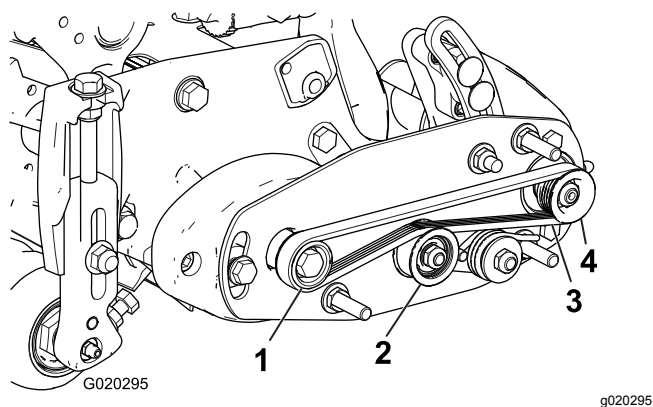
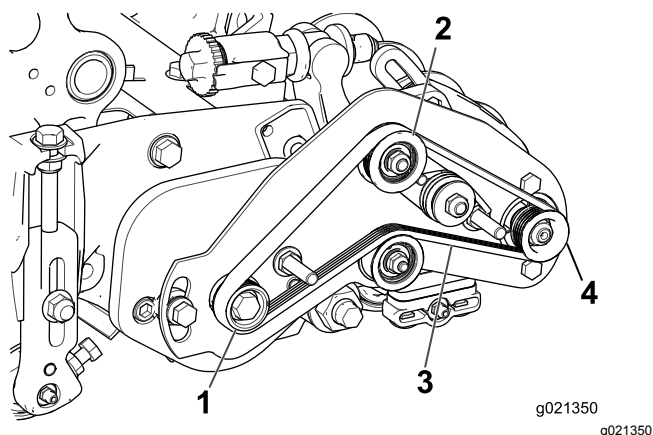

Figura 21
Figura 22
superiore della puleggia tendicinghia (Figura 21 e Figura 22).
- Montate la cinghia sulla **puleggia** condotta (Figura 21 e Figura 22).